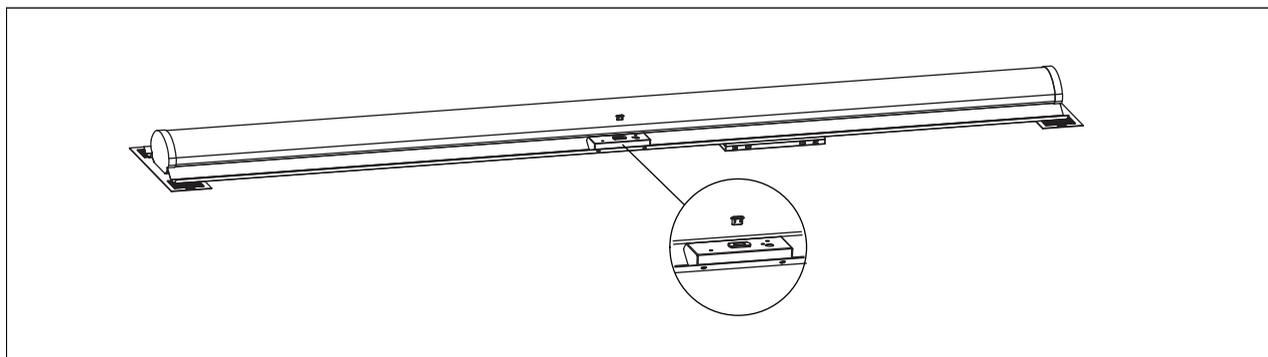

Figure 1
2. Enlever le bouchon en silicone du réceptacle USB-C (voir **Fig. 1**).